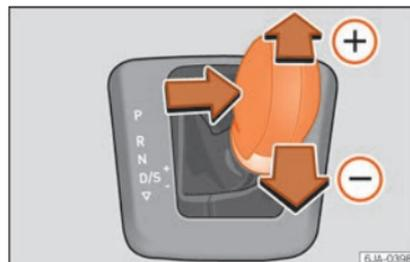

Fig. 218 Palanca selectora: Tiptronic.
- Empuje suavemente la palanca selectora hacia delante ⊕ » **fig. 218.**
– Empuje suavemente la palanca selectora hacia atrás  » fig. 218.